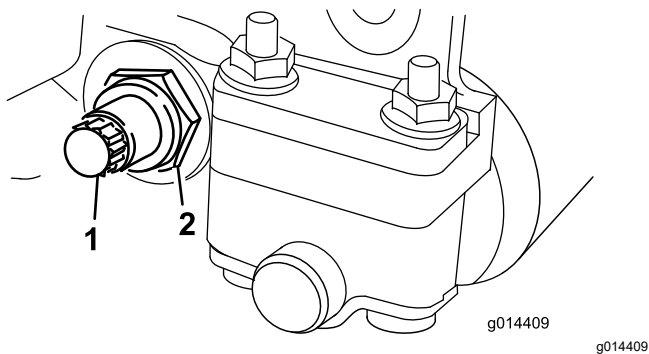

Figura 18
- En cada lado de la máquina, afloje la contratuerca que fija el perno de la barra de asiento (Figura 18).
- Retire todos los pernos de la barra de asiento, para poder tirar de la barra hacia abajo y retirarla de la unidad de corte (Figura 18).